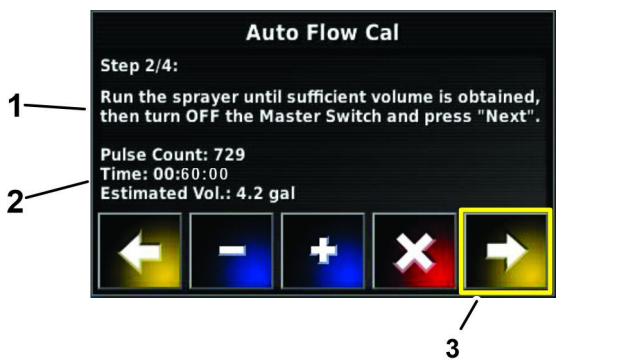
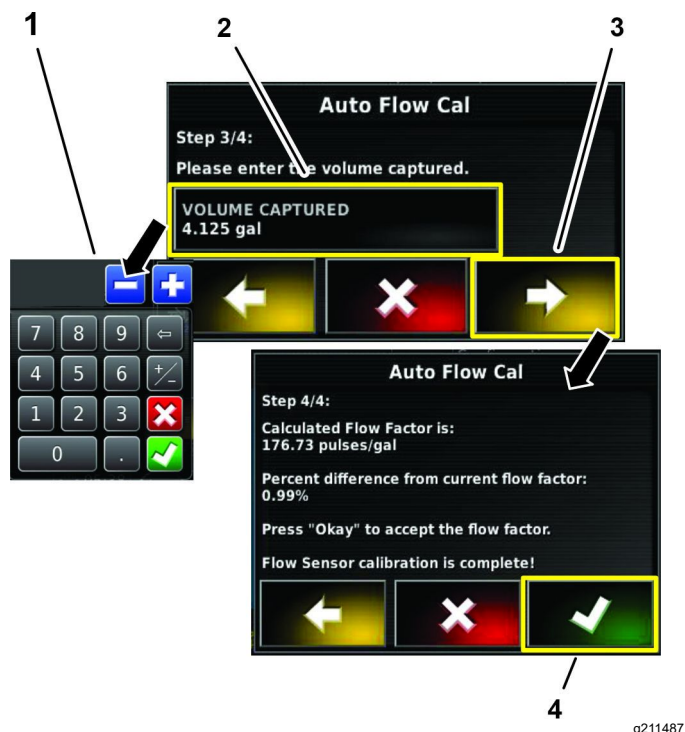

图 84
图 85
12. 用键盘输入计算所得的液量图 84 和图 85。
13. 确认流量校准系数 图 85。